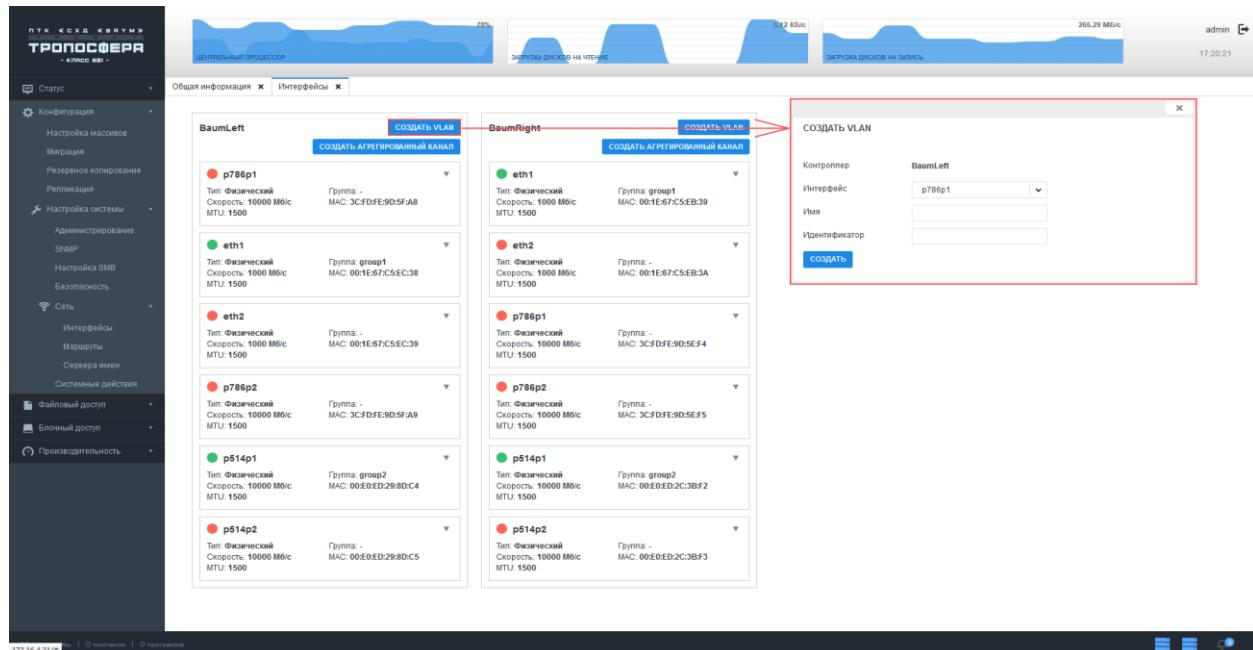

Рисунок 21 – Создание VLAN
- 1) Перейти на вкладку «Конфигурация» → «Настройка системы» → «Сеть» → «Интерфейсы» (см. Рисунок 21).